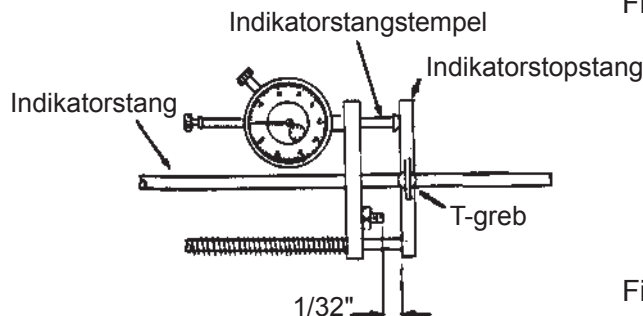
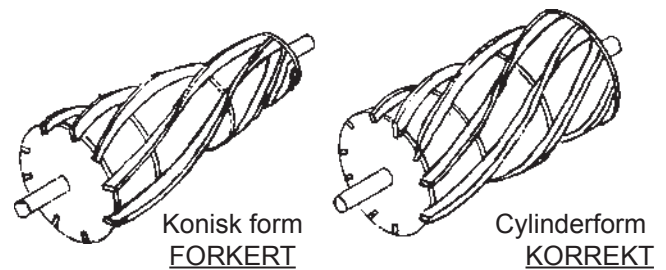

Fig. 53
Fig. 56
DETTE ER EN KRITISK OPSÆTNING, OG DER SKAL UDVISES OMHU, NÅR DISSE JUSTERINGER FORETAGES. HVIS CYLINDEREN ER UDE AF POSITION I DET VANDRETTE PLAN, VIL DEN BLIVE SLEBET KEGLEFORMET. SE FIG. 56.
- C. Løsn nu greb D på indikatorstopstangen. Hold indikatorstangen fast mod cylinderakslen, og flyt indikatorstopstangen tilbage, indtil der ikke er kontakt med indikatorstangstemplet. Flyt nu indikatorstopstangen fremad, indtil der er kontakt, og derefter yderligere 1/2". Dette vil anbringe stemplet ca. i midten og tillade det at bevæge sig i begge retninger. Se fig. 53.
DET ER VIGTIGT, AT DER UDVISES OMHU, NÅR CYLINDEREN INDSTILLES I DE VANDRETTE POSITIONER, SÅ DEN SLIBES I CYLINDERFORM. EVENTUEL FORKERT JUSTERING VIL MEDFØRE, AT DEN SLIBES KEGLEFORMET. SE FIG. 56.
A. Før måleenheden gemmes af vejen, er det meget effektivt at bruge den til at kontrollere den uslebne cylinder for at bestemme, hvor konisk cylinderen er, og hvilken ende der har den største diameter. Se fig. 56. Start med måleenheden i højre side af cylinderen. Løsn vingemøtrikken på indikatorstopstangen, mens indikatorstangen holdes fast mod et blad. Se fig. 53. Træk indikatorstopstangen tilbage, indtil den går fri af stemplet, og skub den derefter fremad, indtil den kommer i kontakt med stemplet, og skub den yderligere 1/2 tomme frem. Lås den på plads. Dette vil anbringe stemplet i midten og tillade tilstrækkelig bevægelse i begge retninger. Indstil den udvendige indikator på nul, og notér placeringen af nålen på den lille skive.